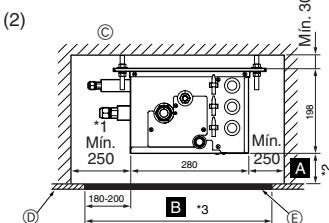
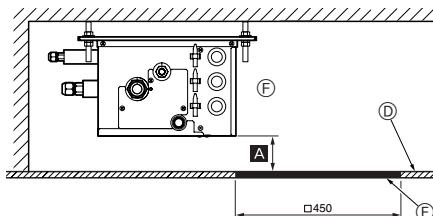

Fig. 4-5
Fig. 4-6
#### (2) Vista lateral (Fig. 4-5, Fig. 4-6)
En el caso de "□ 450", prepare un orificio de mantenimiento en el lado de la PCB (tal y como se muestra en la Fig. 4-6), y se necesitará "Min. 300 mm" como distancia Ⓑ.